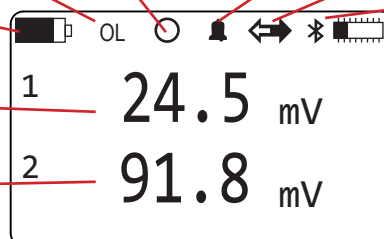

Abbildung 7
- Schalten Sie das Gerät ein, dazu die Taste ① drücken und halten, bis auf dem Display **Leistung Ein** erscheint. Der Bildschirm **Messdaten** (siehe Abbildung 7) erscheint.
Ausgehend vom Bildschirm **Messdaten** (siehe Abbildung 7) drücken Sie zwei Mal auf  $\blacktriangleright$ .